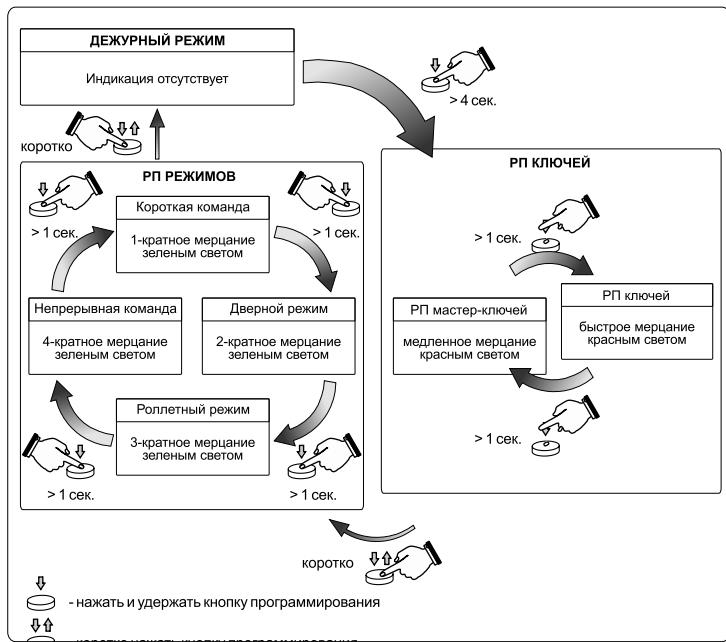

Рисунок 5 Схема выбора режима работы
Схема выбора режима работы устройства приведена на рис. 5.
В режиме программирования устройство имеет 2 режима записи эл. ключей: РП ключей и РП мастер-ключа (см. п. 3.4, рис. 5).
- переключить режим по кольцу: нажать и удержать кнопку программирования > 1 сек. (см. рис. 5). **Заводская установка - РП ключей.**